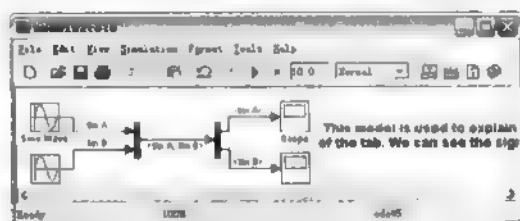

图 2.32 修改后的模型说明字体
- (3) 在对话框中进行适当设置之后，单击【确定】按钮，结果如图 2.32 所示。